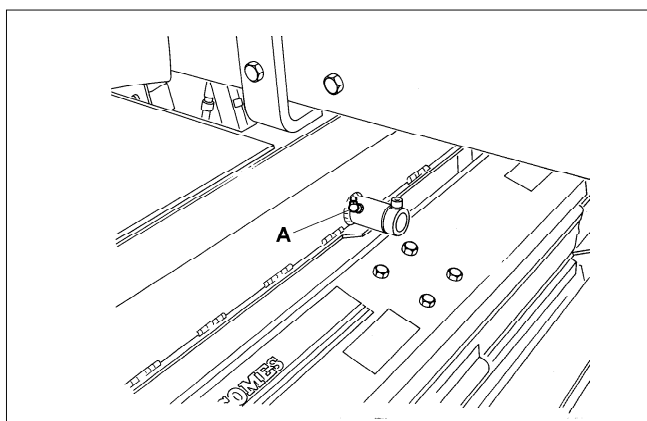

Fig.31
- (d) Cutting unit pivot rear (A Fig.31).
- (d) Arrière des pivots de l'unité de coupe (Fig. 31 "A").